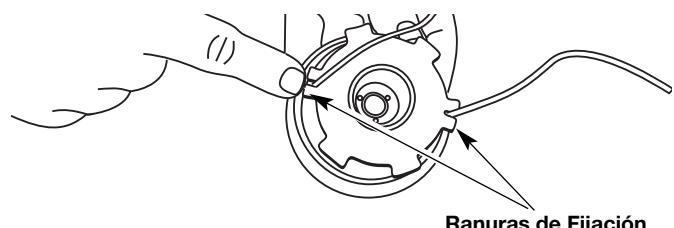

Fig. 37
- Inserte los extremos de la línea en las dos ranuras de fijación (Fig. 37).